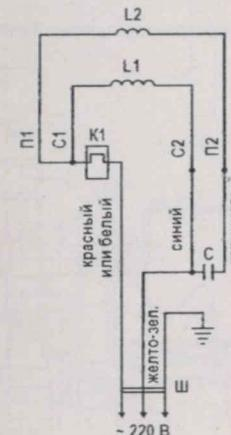

Рис. 2
5.9 Электрическая схема электронасоса приведена на рис. 2.